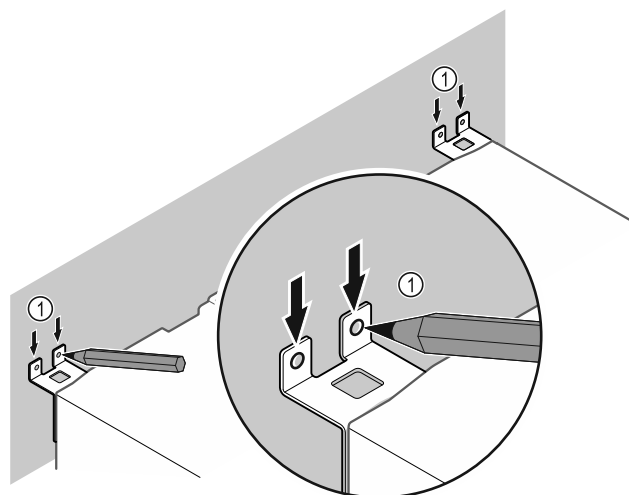

Fig. 9
- ▶ Udělejte na stěnu značky Fig. 9 (1).